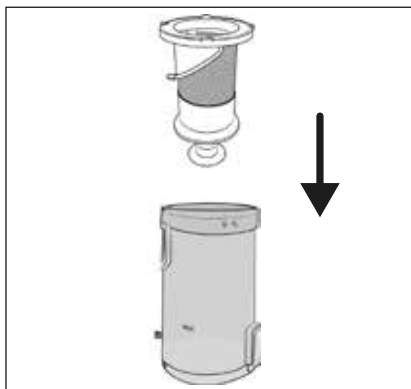

Rys. 20
- 5) Przepłucz filtr HEPA **4** i filtr ze stali nierdzewnej **5** pod zimną lub letnią wodą. Pozostaw filtr HEPA **4** i filtr ze stali nierdzewnej **5** do całkowitego wyschnięcia na powietrzu przed włożeniem ich z powrotem do pojemnika na pył **6** (patrz rys. 20).